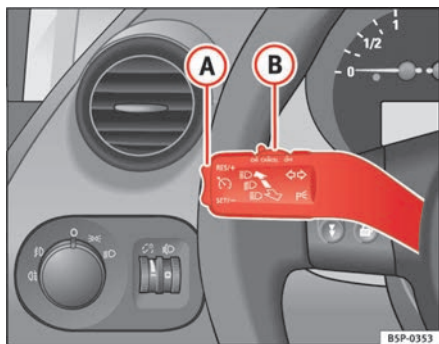

Abb. 149 Blinker- und Fernlichthebel: Schalter und Wippe für die Geschwindigkeitsregelanlage
- Drücken Sie den oberen Teil der Wippe **RES/+** ⇒ Abb. 149 **A**), um die Geschwindigkeit zu erhöhen. Solange Sie die Wippe gedrückt halten, beschleunigt das Fahrzeug. Sobald Sie die Wippe loslassen, wird die neue Geschwindigkeit gespeichert.
Wenn Sie die gespeicherte Geschwindigkeit durch Treten des Bremspedals verringern, ist die Regelung der gespeicherten Geschwindigkeit ausgeschaltet. Sie können durch einmaliges Drücken des oberen Teils der Wippe **RES/+** ⇒ Abb. 149 **A**) die Regelung wieder aufnehmen.